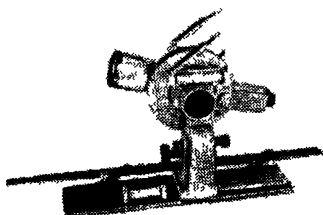

Рис. 21. Кипрегель-автомат КА-2
4.6. Кипрегель авторедукционный КА-2 (рис. 21) в комплекте с мензулой предназначен для выполнения мензульной съемки с составлением топографического плана непосредственно в процессе полевых измерений.